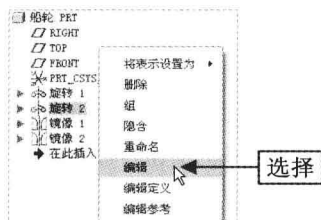

图 7-22 选择“编辑”命令
Step 02 在模型树中选择“旋转 2”选项，单击鼠标右键，在弹出的快捷菜单中选择“编辑”命令，如图 7-22 所示。